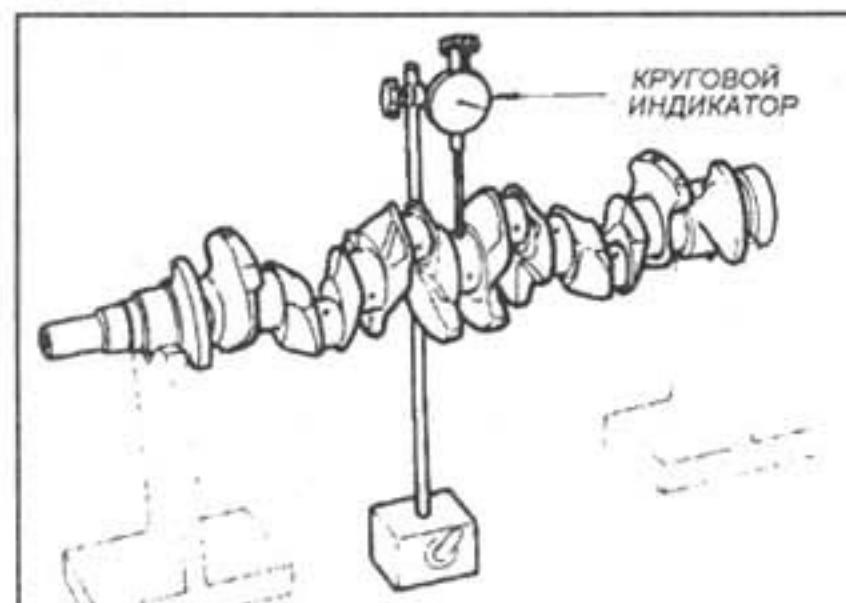

Рис. 3-106.
- 6) радиальное биение центральной коренной шейки (см. рис. 3-106) ≤ 0.02 мм;